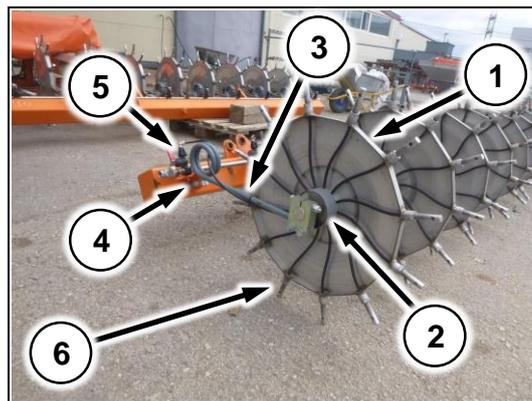

Рис. 151
Диск мультиинжектора (Рис. 151/1) устанавливается на ступицу (Рис. 151/2). Ступица крепится к консоли мультиинжектора через пружину (Рис. 151/3). Пружина фиксируется замком (Рис. 151/4). Подача жидкости на иглы (Рис. 151/6) осуществляется через форсунки (Рис. 151/5)
Упор устанавливается на каждую пружину (Рис. 152/1). Предназначен для предотвращения вылета пружины из замка (Рис. 151/4)
1. Ослабьте два болта крепления пружины (Рис. 151/4)